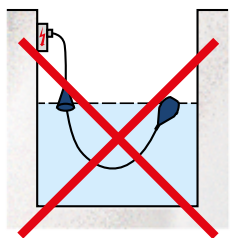

Рис. 2. Не допускайте удлинения или подключения кабеля во влажных помещениях.
- Важно, чтобы соединительная коробка находилась в сухом помещении. Если это невозможно, головки кабелей поплавкового датчика уровня необходимо покрыть, к примеру, защитной смазкой (рис. 2 и 3). Возможна поставка с соединительной коробкой IP68.